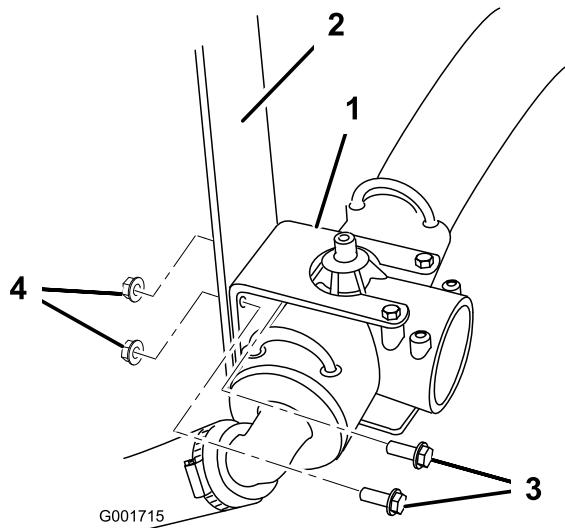

Figura 7
2. Retire os dois parafusos e duas porcas que prendem o T de alimentação e suporte de montagem do T de alimentação ao veículo (Figura 7). Guarde os dispositivos de fixação para utilizar depois.